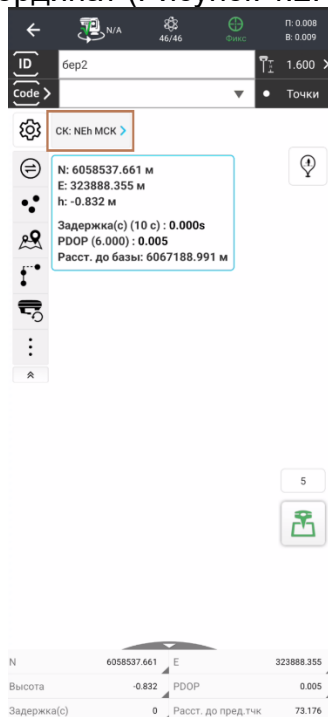
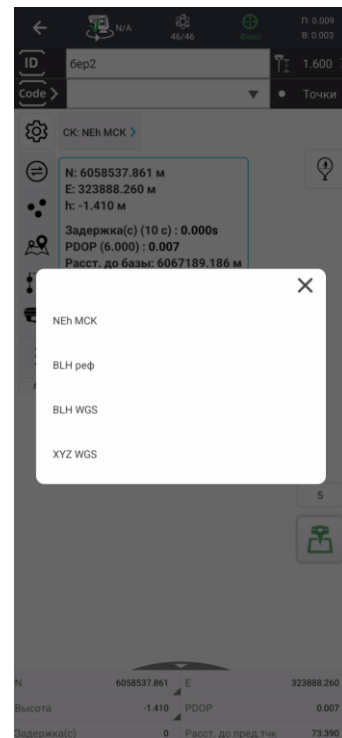

Рисунок 4.2.3
Рисунок 4.2.4
- Если нажмете на поле (Рисунок 4.2.3), то сможете изменить представление координат (Рисунок 4.2.4).